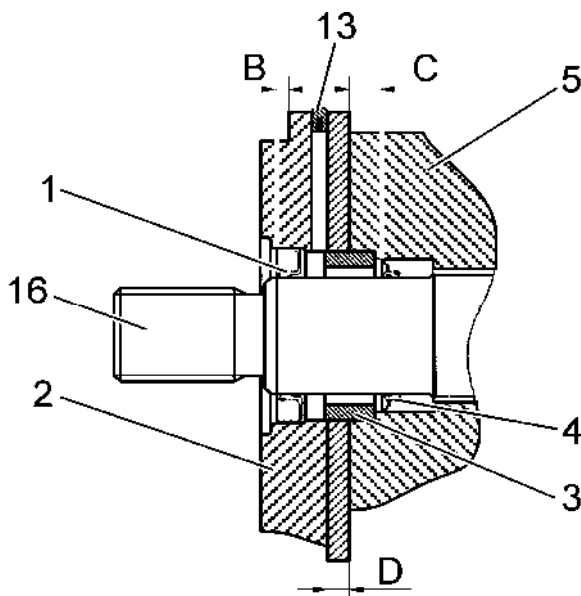

Рис. 7С.33. Установочные размеры уплотнительных колец и монтажного фланца насоса трансмиссии
3. Заменить подшипники скольжения (15), если они изношены или повреждены, а также в случае замены шестерен (10) и (16).
22. СБОРКА (Рис. 7С.32.)
1. Установить с помощью оправки подшипники скольжения (15) в гнезда передней крышки (5) и в гнезда корпуса (11) согласно обозначениям, сделанным при разборке насоса.
2. Перед установкой уплотнительных колец (1 и 4) их следует покрыть тонким слоем смазки «ALVANIA EP1». В отверстие передней крышки (5) следует установить уплотнительное кольцо (4), выдержав при этом размер $C=8,5$ [мм] (смотри Рис. 7С.33.). В переднюю крышку (5) вбить медным молотком 1.519.0750 дистанционную втулку (3), выдержав при этом размер $D = 6,5$ [мм]. В отверстие монтажного фланца (2) вбить уплотнительное кольцо (1), выдержав при этом размер $B = 4$ [мм].
3. В корпус (11, Рис. 7С.32.) вставить уплотнение (7) опорной пластины, подпорное кольцо (8) и опорную пластину (9), согласно обозначениям, сделанным ранее при разборке насоса.